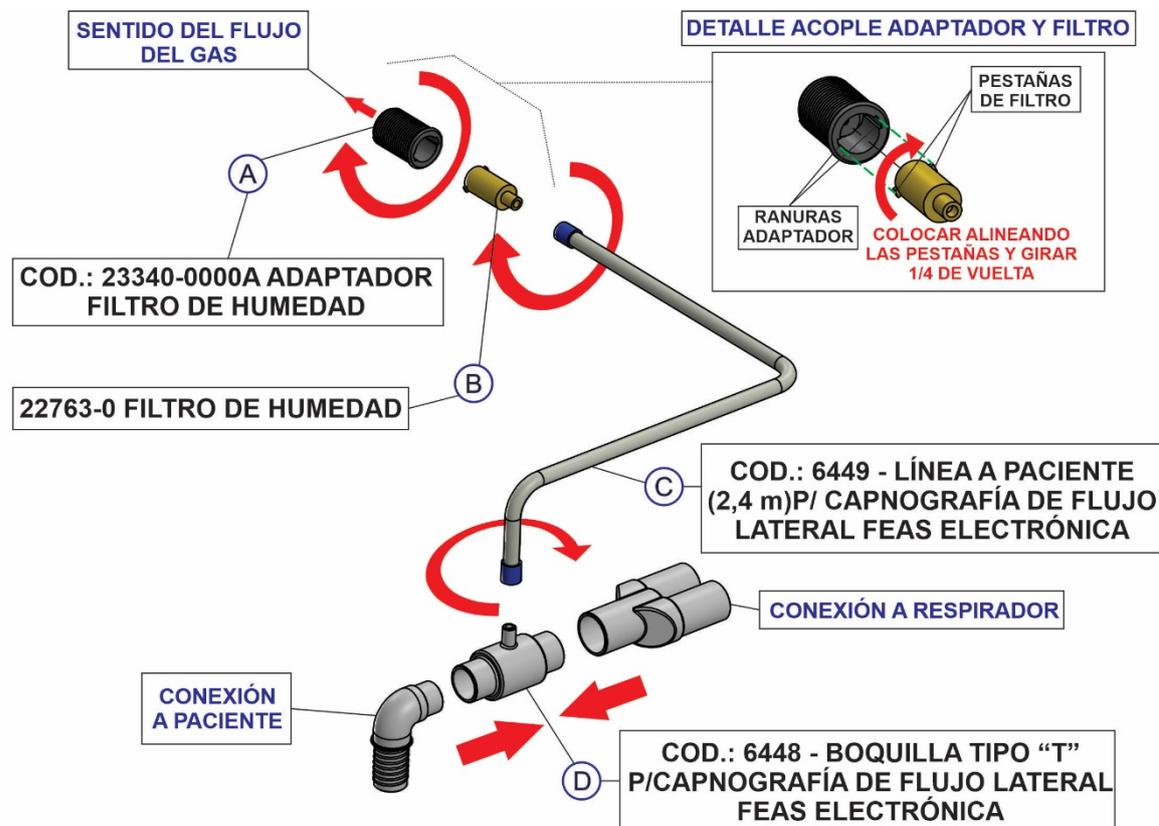

Figura 14-4 Conexión de la línea a paciente
- 1 Conecte el filtro de humedad (B) (ver Figura 14-4 ) al receptáculo del filtro (A) girando el filtro en sentido horario.
- 2 Conecte un extremo de la línea a paciente (C) con el filtro de humedad (B), girando la tuerca del conector de la línea a paciente en sentido horario.
- 3 Conecte el otro extremo de la línea a paciente a la boquilla en "T" para Capnografía de Flujo Lateral (D), girando la tuerca del conector de la línea a paciente en sentido horario.